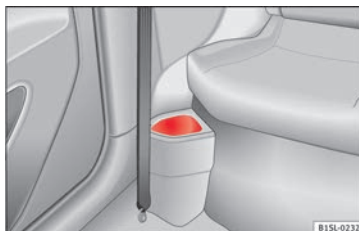

Fig. 127 Delante de los asientos traseros: portaobjetos.
- Delante de los asientos traseros » **fig. 127.**